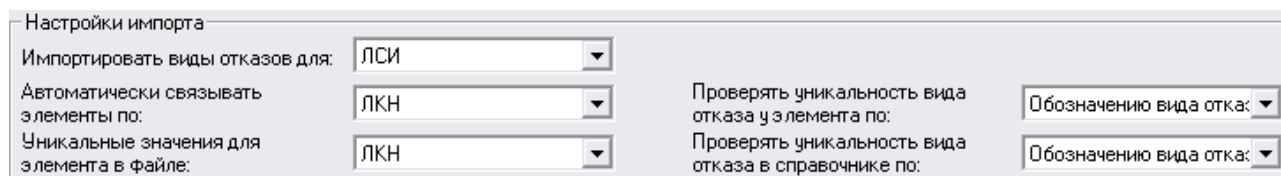

Рис. 15-3
2. В группе полей **Настройки импорта** задайте параметры импорта данных из указанного обменного файла (рис. 15-3).